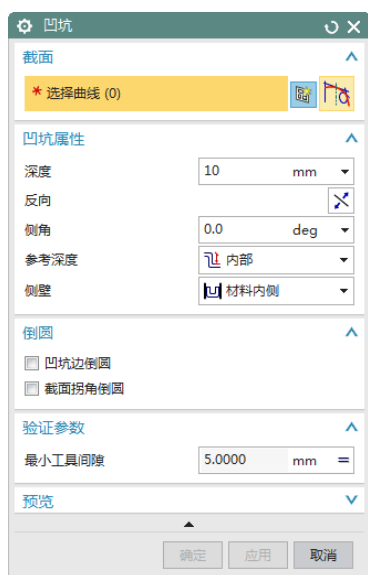

图 11-235 “凹坑”对话框
(1) 选择“菜单(M)”→“插入(S)”→“冲孔(H)”→“凹坑(D)”, 或者单击“主页”选项卡“凸模”面组上的“凹坑”按钮 , 打开如图 11-235 所示的“凹坑”对话框。